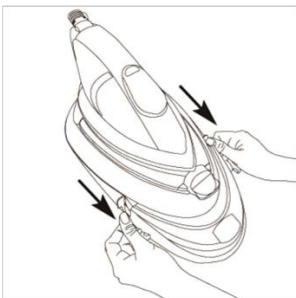

Рисунок 2
2. Витягніть резервуар для води (рис. 2).